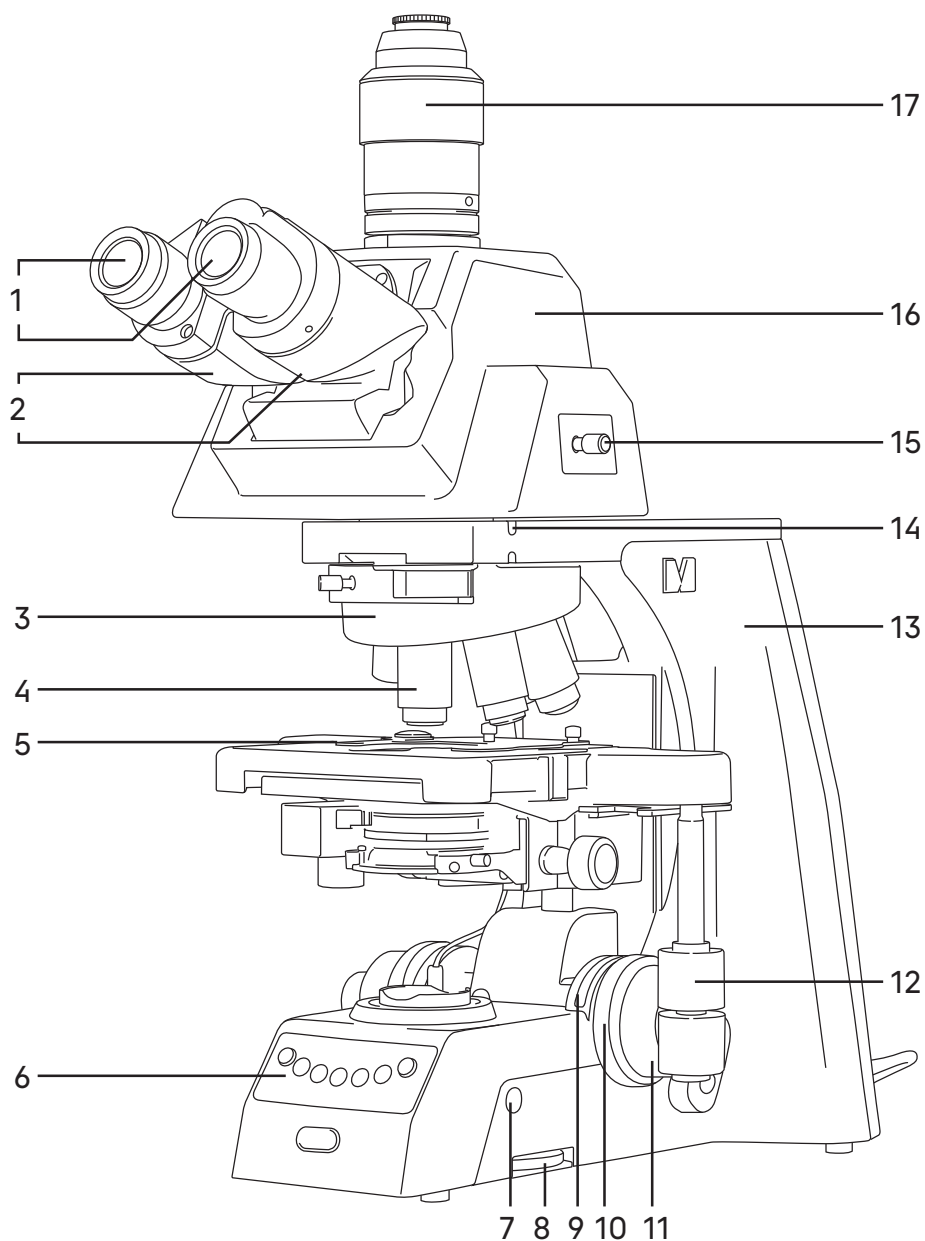
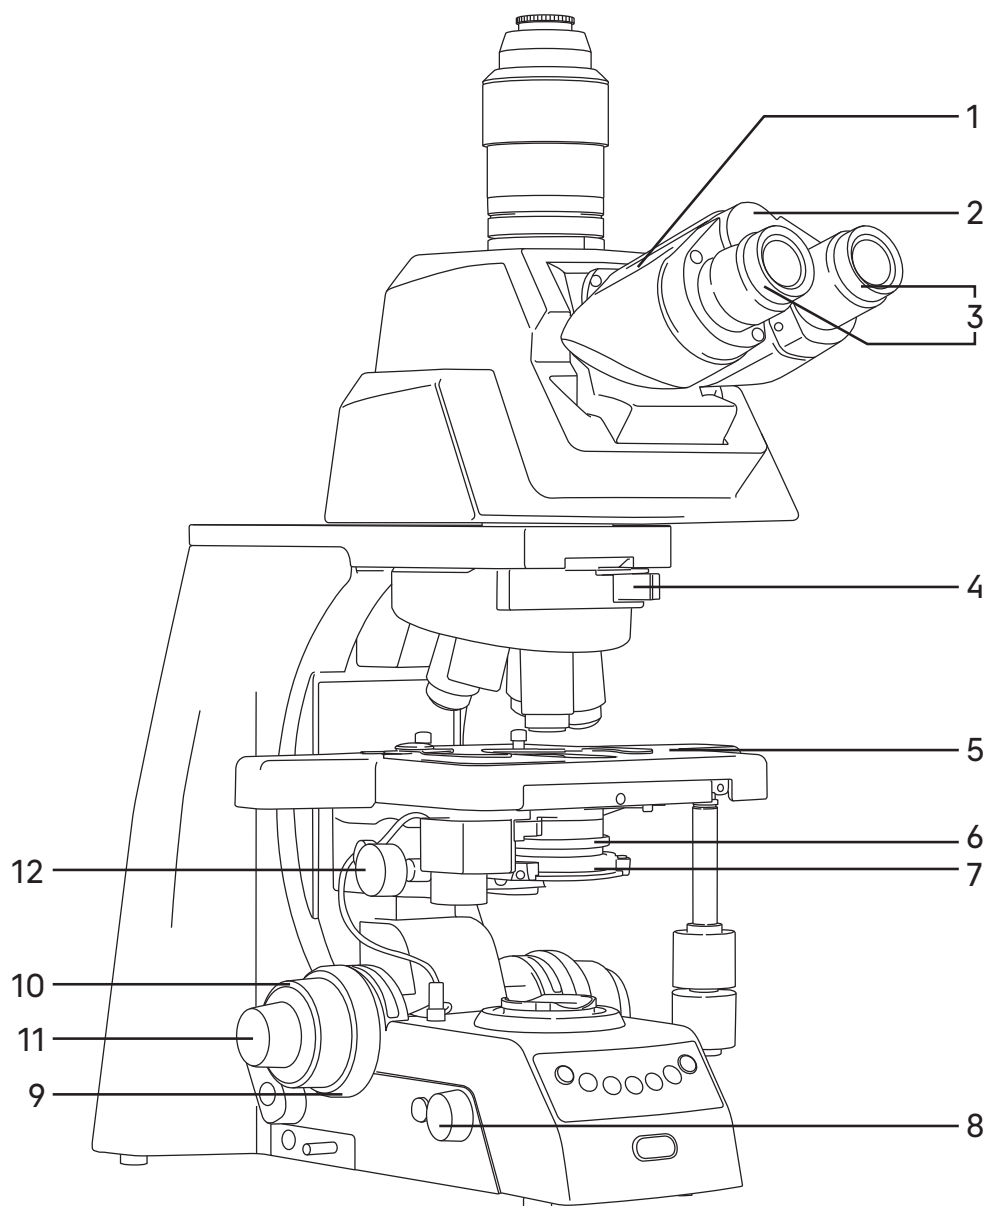
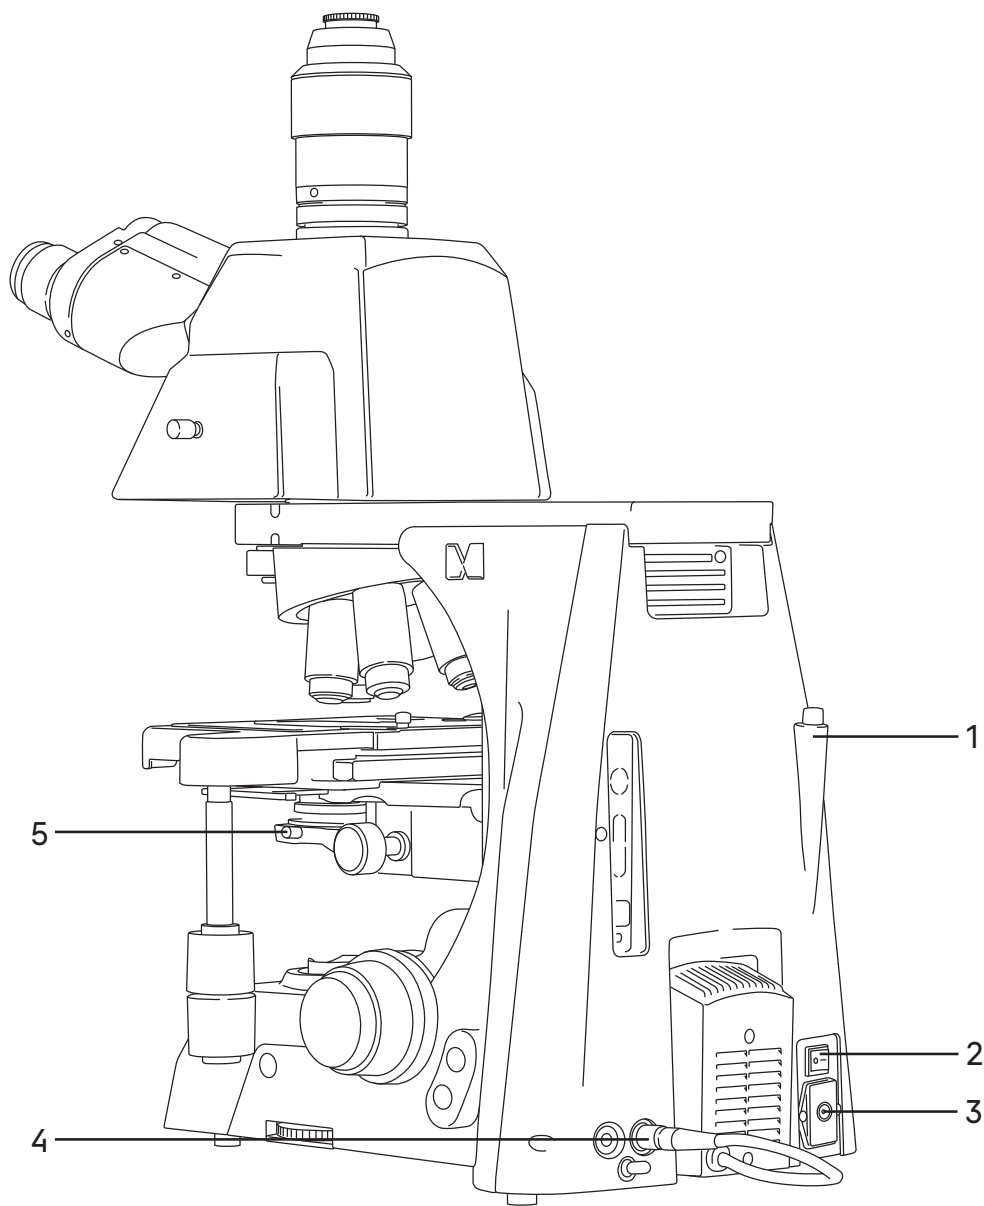

Рис. 1. Микроскоп биологический MAGUS Bio 290T. Вид справа
Рис. 2. Микроскоп биологический MAGUS Bio 290T. Вид слева
Рис. 3. Микроскоп биологический MAGUS Bio 290T. Вид сзади
Общий вид микроскопа представлен на рис. 1, 2 и 3.
Штатив **13** (рис. 1) представляет собой цельную конструкцию с основанием. Основание имеет Y-образную устойчивую эргономичную форму.
- револьвер **3** (рис. 1) с объективами **4** (рис.1);
Внутри штатива расположен фокусировочный механизм. На штатив крепится держатель столика с кронштейном конденсора и фиксируется винтом. На держатель устанавливается предметный столик **5** (рис. 2) и конденсор **7** (рис. 2).
- Выключатель сетевого напряжения **2** (рис. 3). В положении «—» включается, а в положении «0» выключается сетевое напряжение.
- Разъем **3** (рис. 3) для подключения адаптера питания. Адаптер питания преобразует напряжение переменного тока в напряжение для питания светодиода.
- Гнездо **4** (рис. 3) служит для подключения кабеля питания осветителя проходящего света.
- Отвертка-шестигранник **1** (рис. 3) для фиксации винтов.
Фокусировка на объект осуществляется перемещением по высоте предметного столика **5** (рис. 2). Грубая фокусировка производится вращением коаксиальных рукояток **10** (рис. 1, 2), которые размещены по обеим сторонам штатива.
Тонкая фокусировка производится вращением рукояток **11** (рис. 1, 2), расположенных по обеим сторонам штатива. Тонкая фокусировка требуется для точного фокусирования на объект и для подфокусировки микроскопа на резкость изображения при смене объективов и препаратов.
Механизм регулировки жесткости хода грубой фокусировки **9** (рис. 1) – кольцо между штативом и рукояткой грубой фокусировки с правой стороны. С помощью кольца регулируется жесткость хода грубой фокусировки так, чтобы жесткость была комфортной для пользователя, но при этом столик не опускался самопроизвольно во время работы.
Механизм блокировки грубой фокусировки **9** (рис. 2) расположен с левой стороны. После завершения грубой фокусировки рекомендуется повернуть кольцо до упора в направлении против часовой стрелки. Таким образом закрепится положение грубой фокусировки для быстрой рефокусировки после смены препарата.
Визуальная насадка **16** (рис. 1) тринокулярная (бинокулярная с каналом визуализации).
Визуальная насадка обеспечивает визуальное наблюдение изображения объекта. Насадка устанавливается в отверстие штатива **3** (рис. 1) и закрепляется винтом **14** (рис. 1). Насадку при установке развернуть окулярами в сторону предметного столика.
Изменение межзрачкового расстояния в насадке осуществляется разворотом окулярных тубусов **2** (рис. 1) в пределах 47–78 мм. Значение расстояния, установленного в соответствии с глазной базой наблюдателя, отсчитывается по шкале на насадке.
Механизм диоптрийной подвижки окуляров служит для компенсации аметропии глаз наблюдателя. Находится на обоих окулярных тубусах – кольцо **3** (рис. 2).
В вертикальный выход корпуса визуальной насадки **17** (рис. 1) (канал визуализации) для фиксации камеры установлен переходник C-mount. Камера служит для вывода изображения на экран компьютера или монитор/телевизор. Световой поток окуляры/канал визуализации переключается ручкой **15** (рис. 1). Деление светового потока (в %): 0/100, 100/0 или 20/80.
В комплект микроскопа входят окуляры **1** (рис. 1). Окуляры имеют высокое положение выходного зрачка и предназначены для работы как в очках, так и без них. Наглазники на окулярах защищают оптику очков.
Револьверное устройство **3** (рис. 1) обеспечивает установку шести объективов **4** (рис. 1). Револьверное устройство моторизировано и кодировано. Смена объективов производится нажатием кнопок на кнопочной панели и боковыми кнопками, расположенными на основании штатива с правой и с левой стороны. Отдельная кнопка используется для переключения между двумя наиболее часто используемыми объективами.
Объективы **4** (рис. 1) рассчитаны на оптическую длину тубуса «бесконечность». Парфокальная высота объективов 60 мм, линейное поле зрения в плоскости изображения 25 мм. Рассчитаны для работы с препаратами с толщиной покровного стекла 0,17 мм или без покровного стекла. Микроскоп укомплектован объективами-планахроматами с увеличением 4х, 10х, 20х, 40х, 100х (ми). Дополнительно возможна комплектация объективами другого увеличения, типа коррекции и иммерсионной системы.
Конденсор 3 (рис. 2) установлен в кронштейн под предметным столиком микроскопа. Тип крепления конденсора – «ласточкин хвост». Конденсор устанавливается по направляющим при поднятом столике и опущенном кронштейне. Перемещение конденсора вдоль оптической оси микроскопа осуществляется с помощью рукояток перемещения кронштейна конденсора 12 (рис. 2), расположенных слева и справа от наблюдателя под столиком микроскопа. Диапазон перемещения конденсора – не менее 26 мм.
Кронштейн конденсора имеет пружинный держатель, с помощью которого двумя винтами конденсор центрируется в оптической оси. Фиксация конденсора в держателе осуществляется третьим винтом 5 (рис. 3).
Ирисовая апертурная диафрагма регулируется (открывается/закрывается) кольцом 6 (рис. 2). Конденсор имеет маркировку апертуры и цветовую маркировку увеличения объективов. Для достижения наилучшего качества изображения рекомендуется прикрывать апертурную диафрагму конденсора приблизительно на 1/3 диаметра выходного зрачка объектива.
Двухкоординатный предметный столик 5 (рис. 2) с пластиной из стекла Gorilla Glass устанавливается на держатель столика и обеспечивает перемещение объекта в двух взаимно-перпендикулярных направлениях с помощью рукояток 12 (рис. 1), расположенных на одной оси.
Включение осветителя осуществляется с помощью выключателя питания 2 (рис. 3) на задней панели штатива. Регулировка яркости осуществляется ручкой 8 (рис. 2).